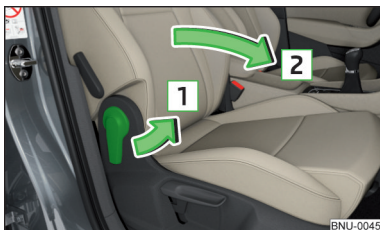

Fig. 77
- › Pentru **rabatarea înainte**, trageți maneta în sensul săgeții  și rabatați spătarul în față, în sensul săgeții  » fig. 77. Elementul de blocare trebuie să se fixeze cu un declic.